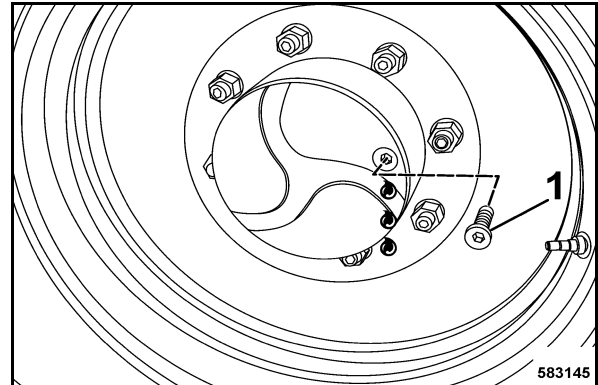

fig. 167
- Déplacer la roue motrice de sorte que le bouchon d'obturation (fig. 167) se trouve à l'horizontale.